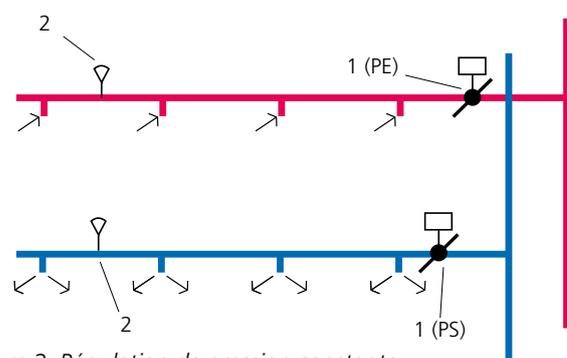

Figure 2. Régulation de pression constante.
- WISE DPS, capteur de pression de gaine permettant de conserver une pression constante dans le circuit, communications Modbus câblées, se reporter à la figure 2.